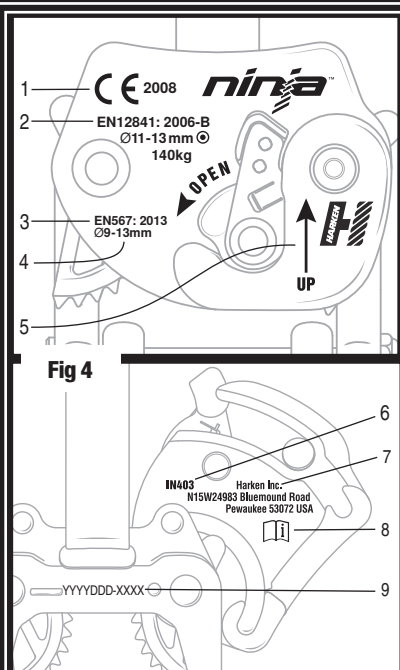

Fig 4
- Vergewissern Sie sich, dass die Produktkennzeichnungen lesbar sind. **Abb. 4**
#### Produktkennzeichnung Abb. 4